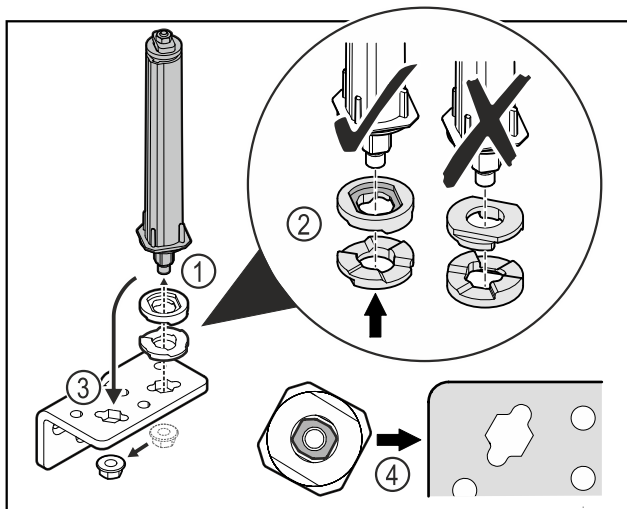

Fig. 43
- Allentare il dado e rimuovere il sistema di chiusura della porta Fig. 43 (1).
- Assicurarsi che le rondelle per la regolazione dell'altezza siano rivolte nel verso giusto Fig. 43 (2).
- Spostare il sistema di chiusura della porta nella cerniera angolare e fissarlo con il dado Fig. 43 (3).
- Durante l'inserimento del sistema di chiusura della porta assicurarsi che sia rivolto nel verso giusto Fig. 43 (4).